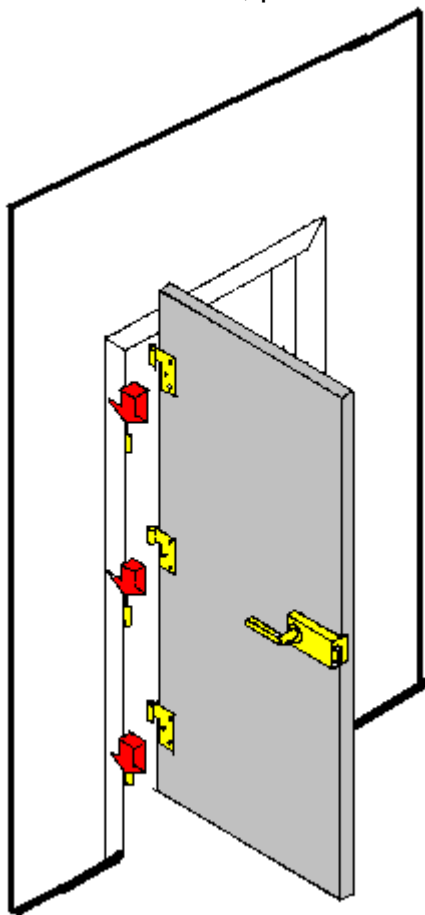

Figura 1 – Porta e Batente.
1.3 Para as portas com 2,10 m de altura, a instalação do batente deve ser executada com o nível de 2,11 m do piso acabado ao rebaixo do batente. (figura 1);
a. Ao fixar o batente, não torça as colunas para evitar um mal fechamento da porta. Batentes torcidos podem impossibilitar a fixação das portas. (figura 1);